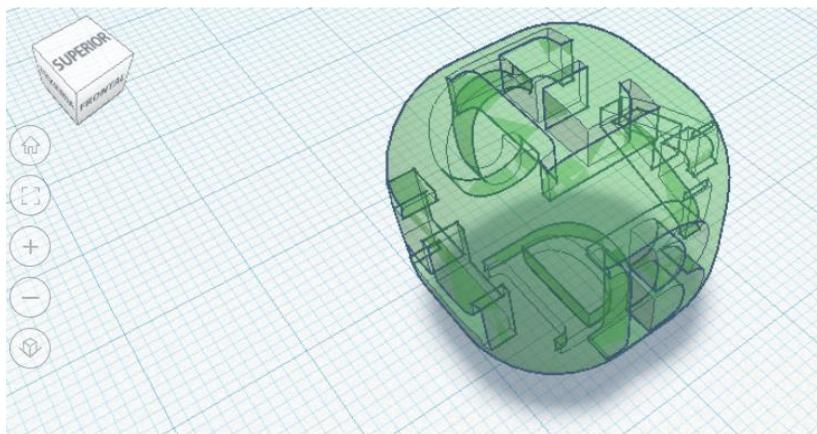

Figura 27. Resultado final do dado de letras.
22. Selecione tudo e clique em agrupar. Vai ficar como na Figura 27. Mude para a visão em perspectiva para ver melhor o resultado e mude a câmera para ver em diferentes ângulos o seu trabalho.